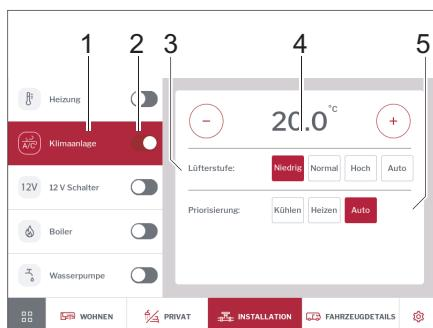

Fig. 287 Instalación de aire acondicionado
- Encender o apagar el aire acondicionado con el interruptor deslizante (Fig. 287,2).
- Tocar en la opción *Aire acondicionado* (Fig. 287,1). Se muestra el panel de control del aire acondicionado.
- Use las teclas más y menos para establecer la temperatura ambiente deseada (Fig. 287,4).
- Establecer la priorización deseada (refrigeración/calefacción/automático) (Fig. 287,5).
- Seleccionar intensidad de ventilación (Fig. 287,3).